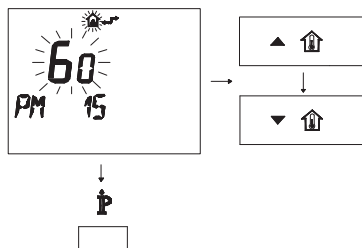

Рисунок 5.26
- Изменяйте заданное значение посредством кнопки **▲**⏠ или **▼**⏠ до появления заданного значения 60, подождите, пока заданная цифра не начнет мигать (Рисунок 5.26).